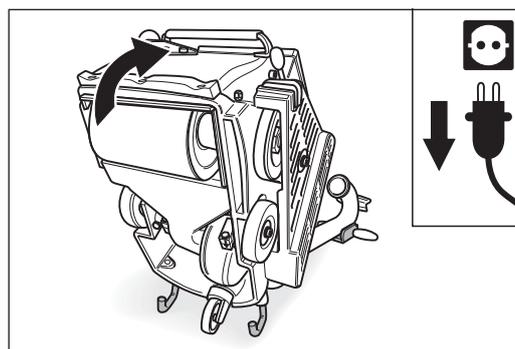

Fig. 34 Para verificación del ajuste de la máquina, volcar la máquina hacia atrás. **¡Asegúrese de que la máquina esté muy estable!**
- 2 Vuelque la máquina hacia atrás mediante los arcos de protección contra caídas, de modo que puedan verse los rodamientos de las ruedas (Fig. 34). **¡Asegúrese de que la máquina esté muy estable!**
- 3 Vuelque la máquina hacia atrás mediante los arcos de protección contra caídas (Fig. 34). **¡Asegúrese de que la máquina ofrece buena estabilidad!**
- 2 Vuelque hacia atrás la máquina mediante los arcos de protección contra caídas (Fig. 34). **¡Asegúrese de que la máquina esté muy estable!**